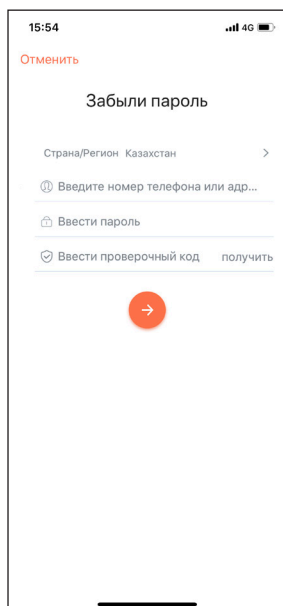
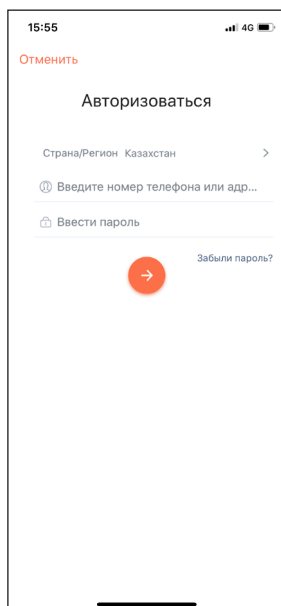
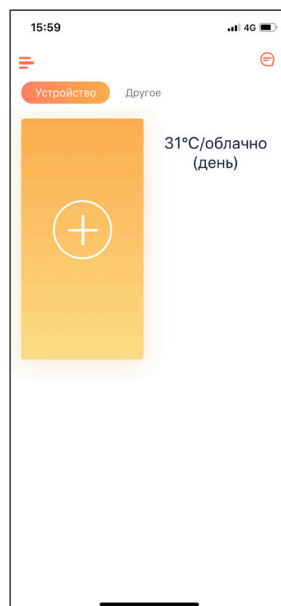

Рис. 2
Рис. 3
Рис. 4
2. Откройте приложение «WEBACK» на Вашем смартфоне и зарегистрируйтесь. Вы можете использовать электронную почту или номер мобильного телефона для регистрации. Следуйте инструкциям в приложении для завершения регистрации [Рис. 2]. Если у Вас уже есть WEBACK ID, то войдите в свою учетную запись [Рис. 3]. Нажмите «+» на главной странице, чтобы добавить устройство [Рис. 4].